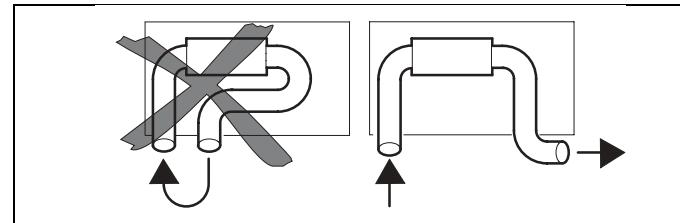

Bild 7: Heizlufteingang und Heizluftausgang
- Luftkurzschluss zwischen Heizgerätlufteintritt und Heizgerätluftausgang (Bild 7)